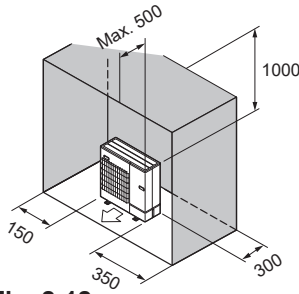

Fig. 2-12
- ⑥ Hindernisse nur auf der Rückseite, beiden Seiten und der Oberseite (Fig. 2-12)